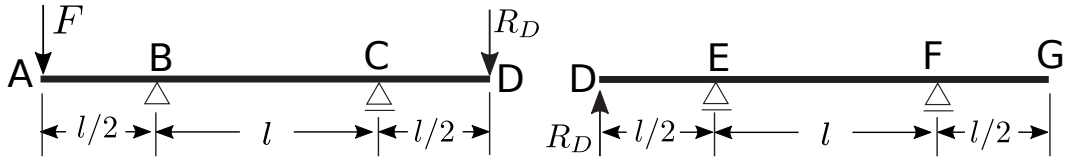

図 3: ヒンジ部で伝達される鉛直力 R_D と, 2 つの部分構造への分割 (問題 1).
5. 点 D で伝達される鉛直力を R_D とし, 問題で与えられた系の区間 AD と DG に関する自由物体図を描くと, 図 3 のようになる．点 D に生じる鉛直変位を v_D とする． v_D は, 区間 AD の側からみれば, 点 A に作用する荷重 F に起因する成分 v_D^F と, R_D に起因する成分 v_D^{R+} の和として